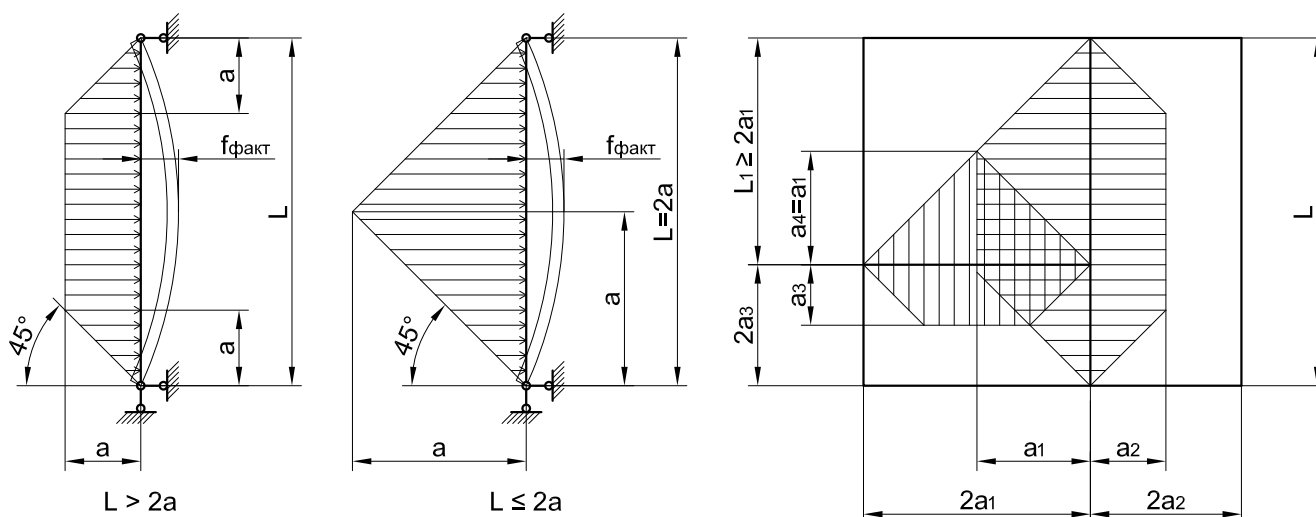

Рис. 2
При закреплении конструкции в проеме здания по периметру рамы с шагом между точками крепления не более 700 мм, рамные элементы, непосредственно соединенные с несущими конструкциями здания, не требуют расчета. В этом случае стойки (импосты) рассчитываются для трапециевидного или треугольного нагружения (рис. 2).
В случае установки в ограждающих конструкциях нескольких заполнений на стойку (импост) (рис. 2, 4), вычисленный по формулам (5) или (6) расчетный момент инерции необходимо умножить на значение повышающего коэффициента k_2 , учитывающего ограничение по прогибу кромки стеклопакета, если этот коэффициент больше 1:
I_{x3} , I_{x4} - величины моментов инерции, необходимые для компенсации прогиба от нагрузки с нижней (левой) и верхней (правой) стороны ригеля (импоста) соответственно (см⁴). Расчетная схема распределения ветровой нагрузки на горизонтальный ригель (импост) представлена на рис. 2. Расчет моментов инерции производится по формулам (7), (8) для ширины распределения ветровой нагрузки a_3 , a_4 соответственно.